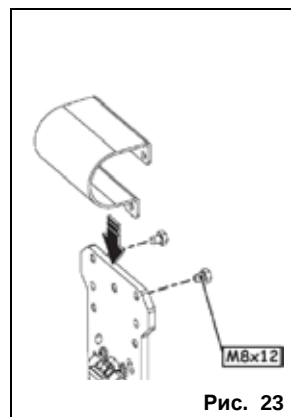

Рис. 23
1. Планку крепления стрелы (рис. 23, поз. 1) скрепить при помощи только двух задних винтов с кожухом к выбранной стреле (рис. 23, поз. 2).